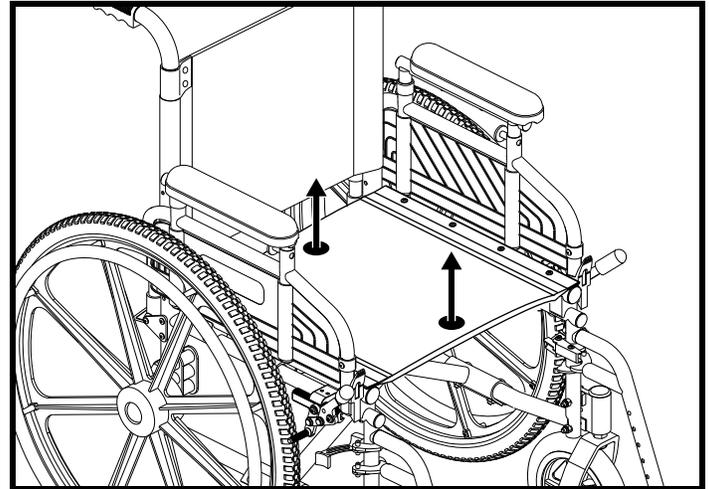

Figure 9. Pliage du Stylus
3. Tenez la base du siège par son centre à l'avant et à l'arrière. **Voir la figure 9.**